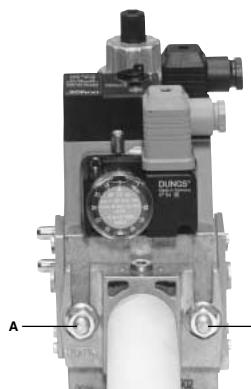
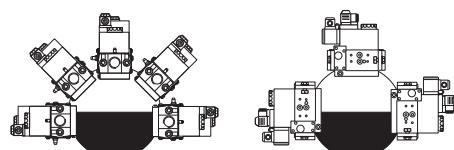

Fig. 23
Fig. 26
3. Strangeti suruburile A, B, C si D (Fig. 23 - Fig. 24) , conform pozitiei de montare (Fig. 26);